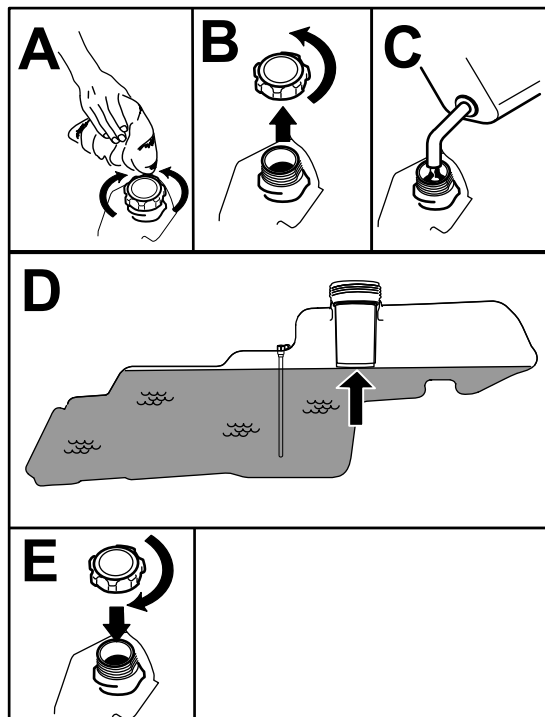

Figura 8
5. Riempite il serbatoio del carburante fino al fondo del bocchettone di riempimento (Figura 8). Non riempite completamente il serbatoio del carburante.